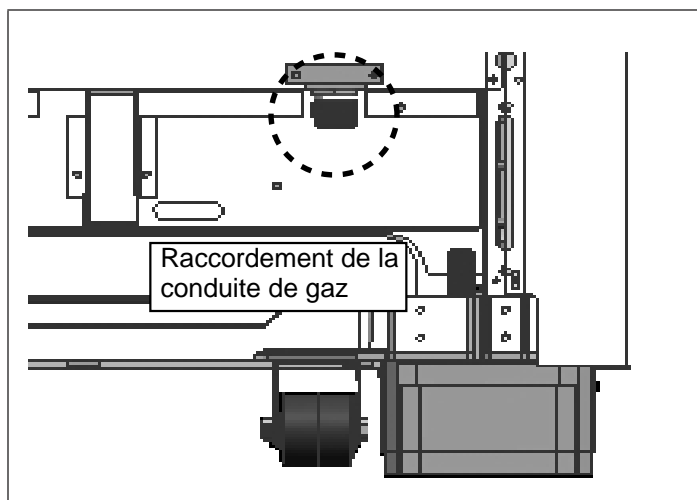

Figure 10: Raccordement du connecteur de la conduite de gaz
- Utilisez un tuyau à gaz souple de $\frac{3}{4}$ po (19 mm) entre l'approvisionnement en gaz et le tuyau d'arrivée de l'appareil, lequel est situé à l'arrière de l'appareil, en bas à droite. Le filetage externe du tuyau d'arrivée de gaz de l'appareil est de type NPT $\frac{3}{4}$ po (19 mm) et le filetage interne est de type NPT $\frac{1}{2}$ po (13 mm) (voir Figure 10).